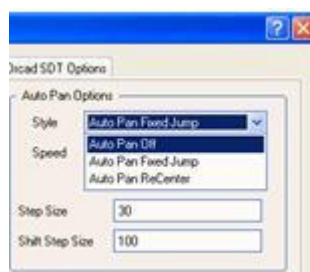

图 2-27 Style 下拉列表
- **Style** 下拉菜单：单击该选项右边的下拉按钮，弹出如图 2-27 所示下拉列表，其各项功能如下：